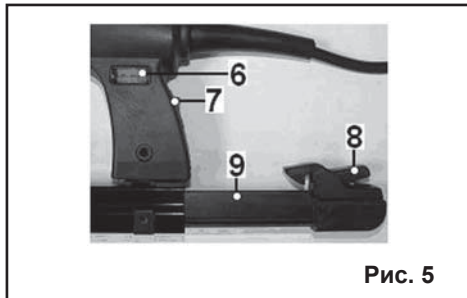

Рис. 5
7.1.2. Нажав на кнопку фиксатора магазина (8), переместите крышку магазина (9), как показано на Рис.5.
7.2.2. Нажав на кнопку фиксатора магазина (8), переместите крышку магазина (9), как показано на Рис.5.